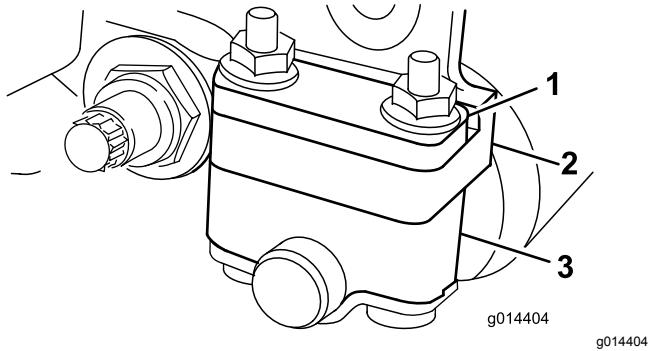
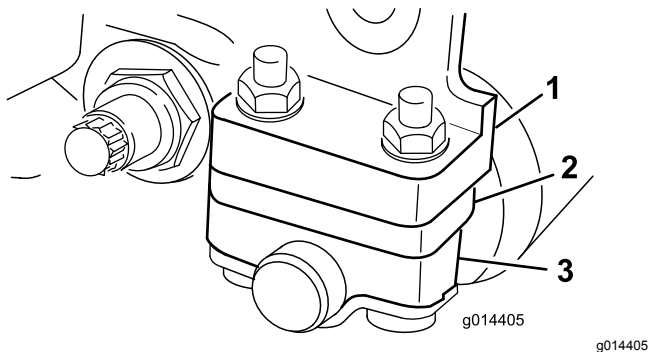

Bild 6
Bild 7
Abhängig von dem gewünschten Schnitthöhenbereich, müssen Sie die Heckrollenhalterungen (**Bild 6** oder **Bild 7**) auf die niedrige oder hohe Stellung verstellen:
- Positionieren Sie das Distanzstück über den Montageflansch der Seitenplatte (Werkseinstellung), wenn der Schnitthöhenbereich zwischen 1,6 mm und 6,4 mm liegen soll (**Bild 6**).
- Positionieren Sie das Distanzstück unter den Montageflansch der Seitenplatte, wenn der Schnitthöhenbereich zwischen 3,2 mm und 25 mm liegen soll (**Bild 7**).
4. Legen Sie die Distanzstücke je nach Bedarf über oder unter den Rollenhalterungen auf die Schrauben (**Bild 6** oder **Bild 7**).